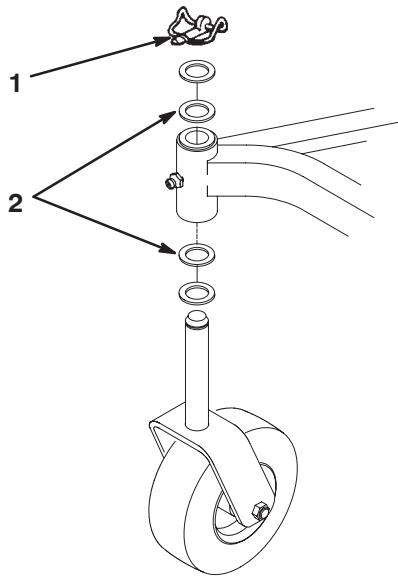

Bild 23
4. Stecken Sie einen Treiberdorn in die Ober- oder Unterseite des Befestigungsrohrs und treiben die Büchse aus dem Rohr (Bild 23). Treiben Sie dann die andere Büchse aus dem Rohr heraus. Reinigen Sie die Innenseite des Befestigungsrohrs.